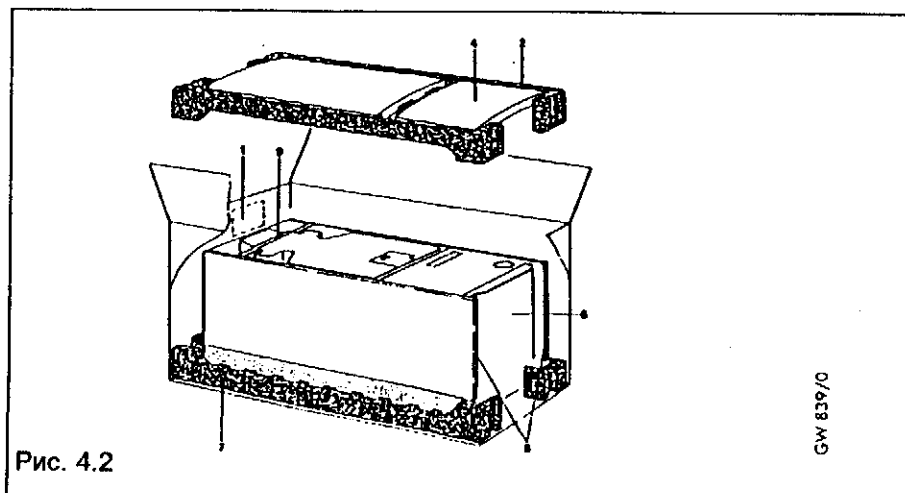

Рис. 4.2
Аппарат должен устанавливаться на ровной и вертикальной стене достаточного размера таким образом, чтобы могли быть выдержаны необходимые минимальные расстояния для монтажа и обслуживания, указанные на поставляемой монтажной раме (рис. 4.2):
4.2.2 Распаковка аппарата (рис. 4.2)